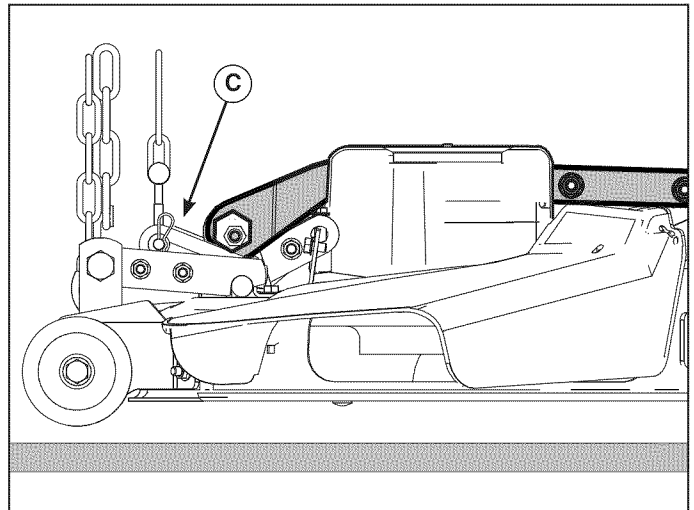

Figura 19
5. Quite el pasador de chaveta y la arandela en la abrazadera de elevación interna (C, Figura 19) y desconecte el CERROJO J interno de la abrazadera. Repita en el otro lado.
5. Conecte el cerrojo J interno (**C**, Figura 19) a la abrazadera de elevación interna y asegure con su arandela y pasador de chaveta. Repita en el otro lado.